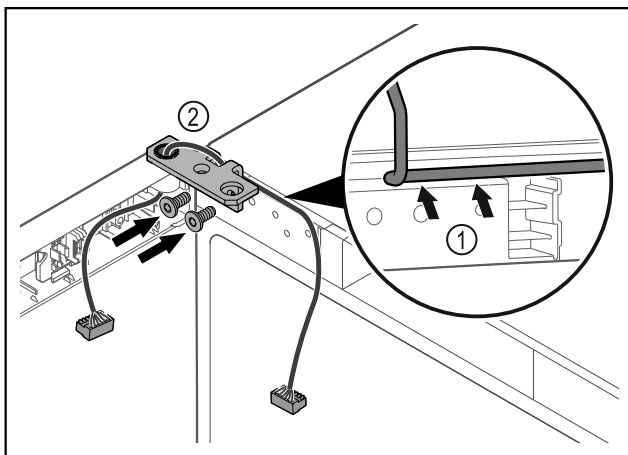

Fig. 40
- ▶ Introdurre il cavo nel foro della cerniera angolare e posarlo con cautela Fig. 40 (1).
- ▶ Avvitare la cerniera angolare Fig. 40 (2).